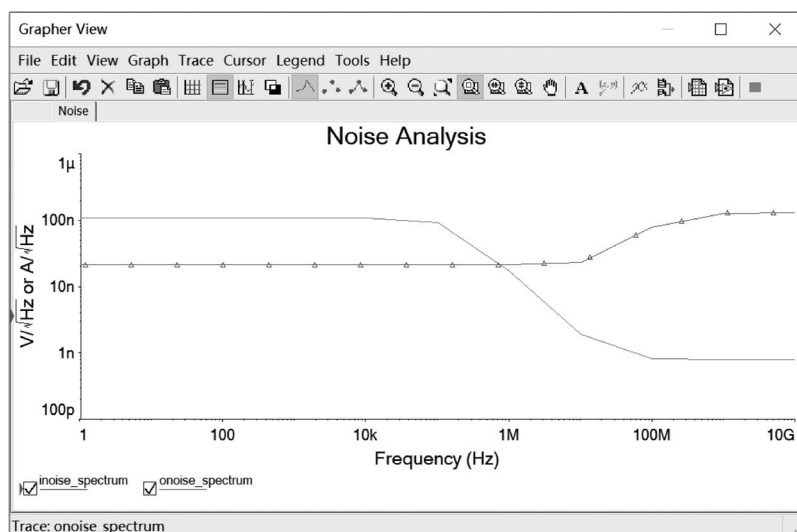

图 5.6.5 噪声分析结果 2
(1) 单击 Simulate/Analyses and Simulation/Noise。
(2) 在 Noise 对话框的 Analysis parameters 选项卡中,在上面分析的基础上再加上参数 Set points per summary: 5。
(3) 在 Output 选项卡中,选择分析对象: onoise_total_rr1 和 onoise_total_rr2。
(4) 单击 Run 按钮,得到分析结果如图 5.6.5 所示。